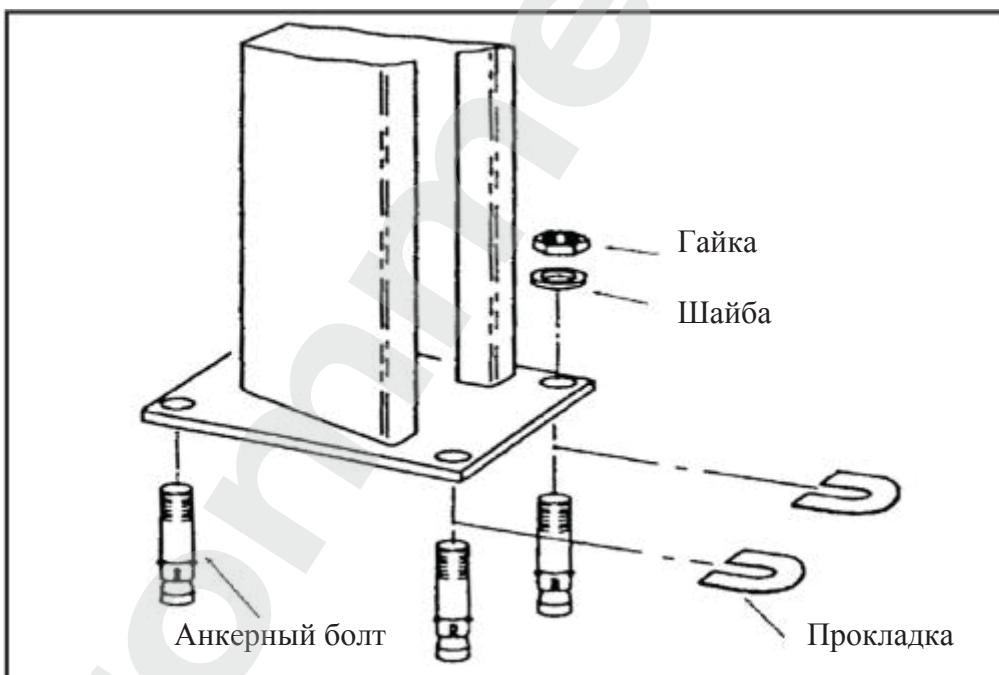

Рис. 15.4
5. При необходимости выравнивания с помощью прокладок, вставьте прокладки в необходимые места под стойки так, чтобы анкерные болты плотно сидели в отверстиях, и стойки стояли прямо по вертикали (см. рис. 15.4).